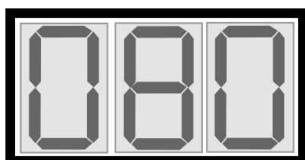

Abb.3
- Auf dem Display wird kurz die Schrift AUT visualisiert, um die erfolgte Wahl des Automatikzyklus zu bestätigen (Abb.2); während der Kühlung wird dann als Zahlenwert die momentane Konsistenz angegeben. (Abb.3)